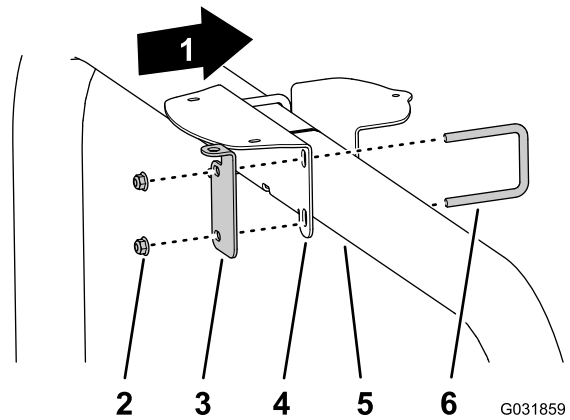

Figura 125
- Se a máquina tiver GNSS e o modem de correção CDMA ou GSM RTK, monte a montagem do recetor e o suporte da antena RTK no tubo ROPS (Figura 125) com as 2 cavilhas em U e as quatro porcas de bloqueio flangeadas (3/8 pol.).